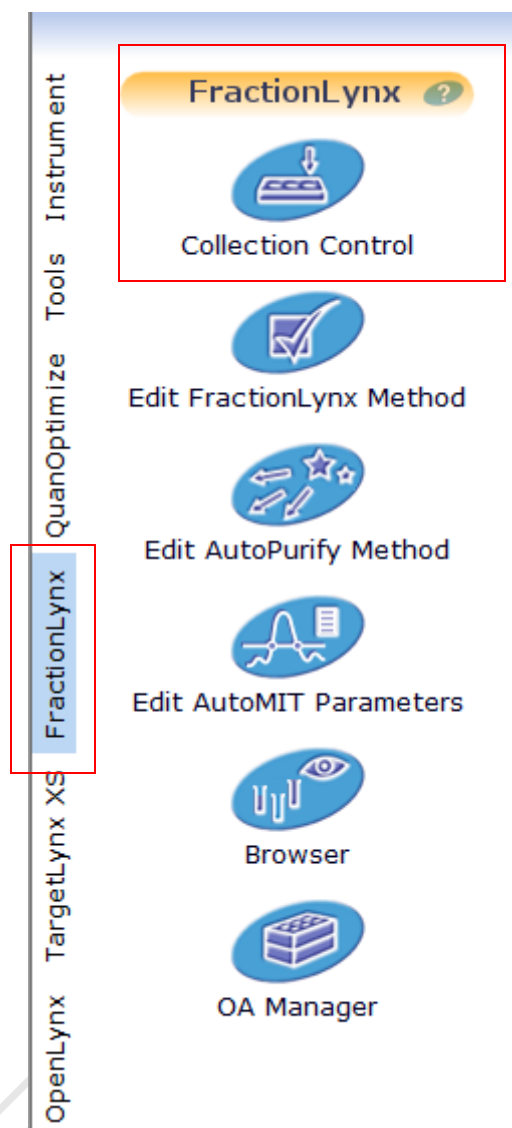
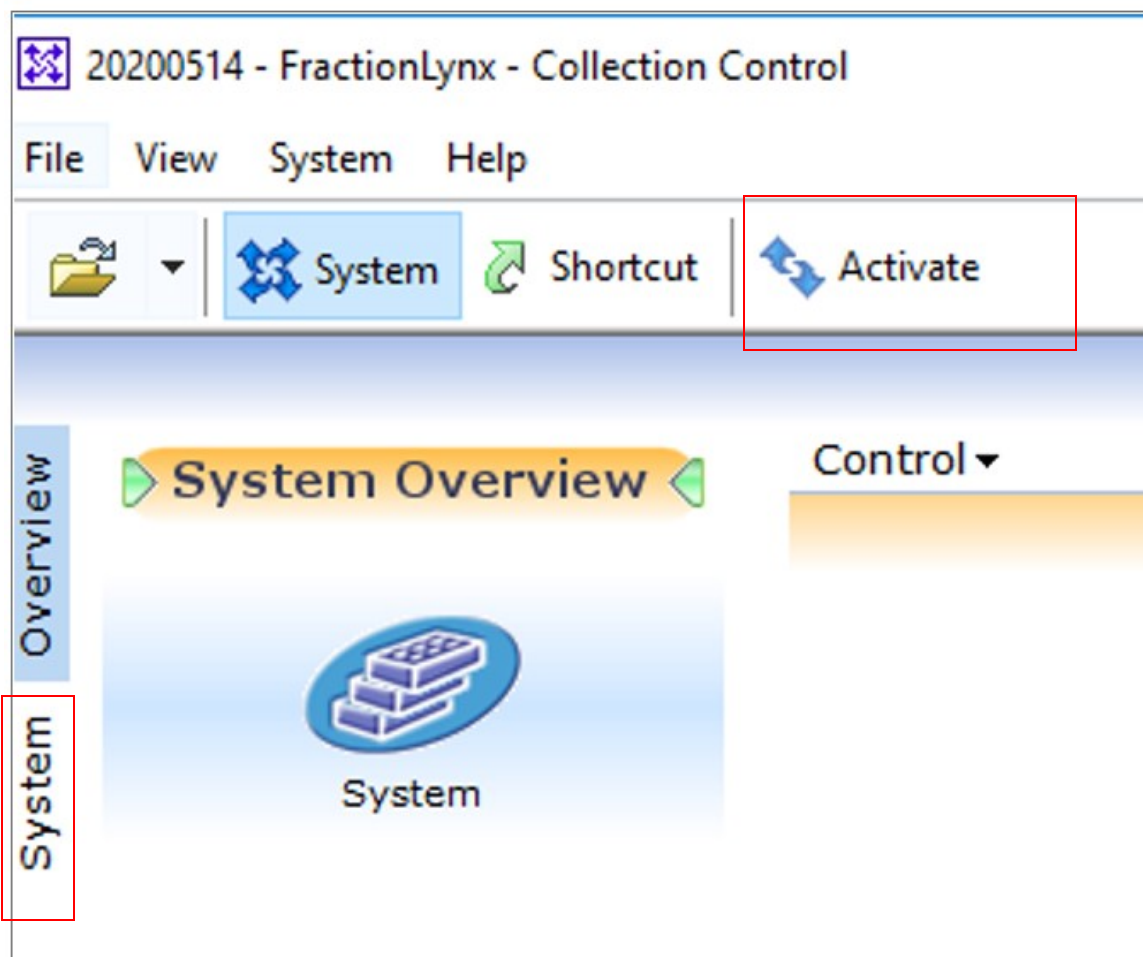
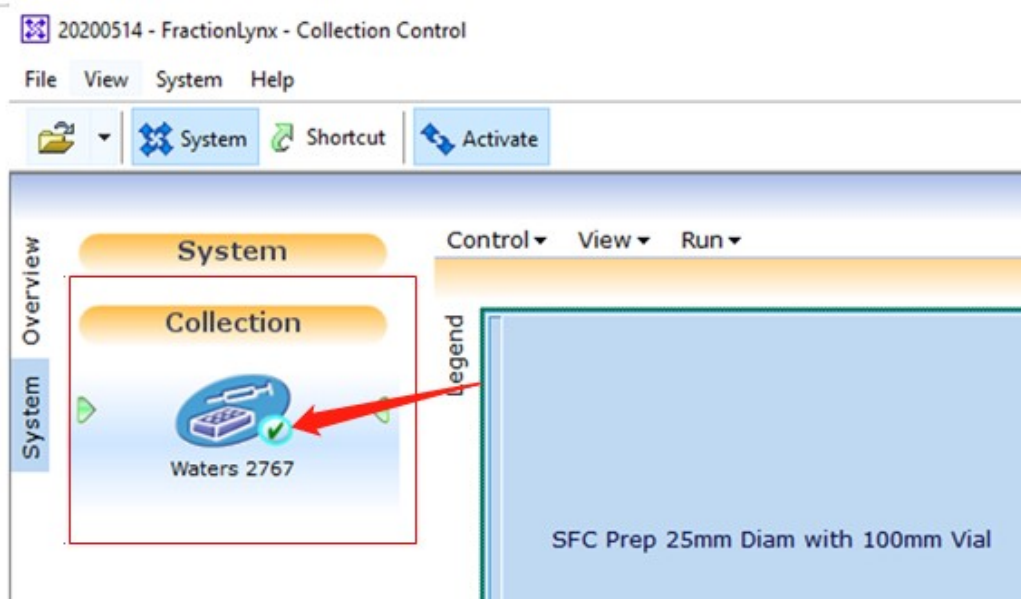

图6-52
图6-53
图6-54
- MassLynx主界面, short cut-Fraction Lynx-Collection Control (图6-52), 点击 Collection Control, 弹出Collection Control 小窗 (图6-53)
- 激活进样器：选择System，点击Activate（图6-53），则2767自动进样器被激活，激活成活显示如图6-54，在system图标右下角出现对勾符号；